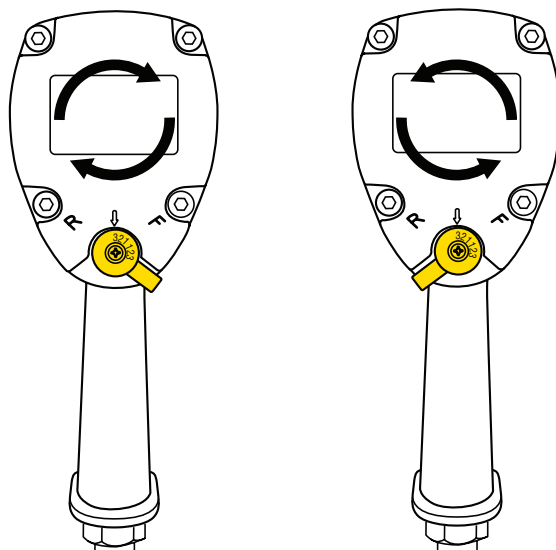

Fig. 6
4. Ajuste a alavanca na parte dianteira da ferramenta, como indicado na fig. 6, para selecionar a velocidade máxima e o sentido de rotação.